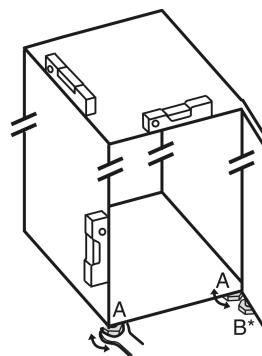

Fig. 28
- Nastavljive noge Fig. 28 (A) odvijajte s priloženim ključem z odprtim koncem in vodilom, dokler naprava ni trdno poravnana in vodoravna.
- Nastavljivo nogo Fig. 28 (B) na ležajnem podstavku spodaj odvijajte s priloženim ključem z odprtim koncem, dokler ne stoji trdno na tleh.
- Nastavljivo nogo Fig. 28 (B) obrnite še za največ 90°, da preprečite poškodbe vrat.